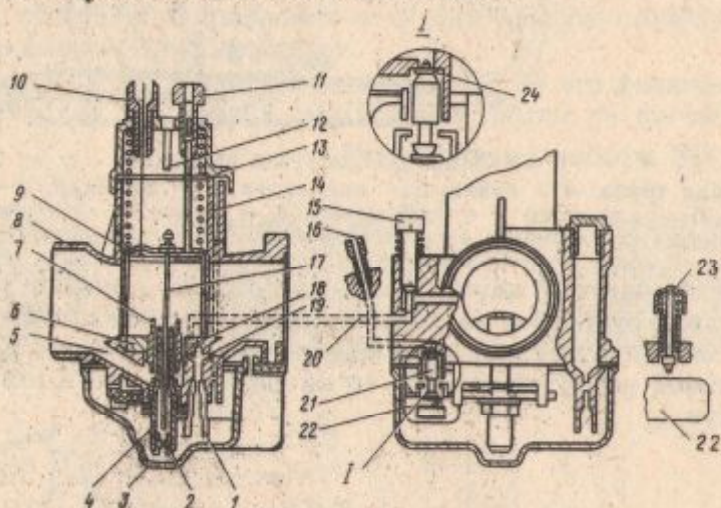

Рис. 5. Карбюратор К62С:
5.2.3. Карбюратор К62С (рис. 5) и бензокран КР-12